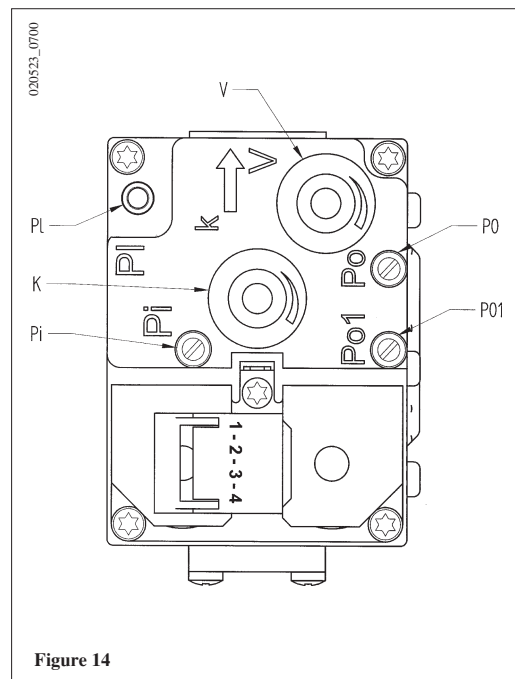

Figure 14
- a) soupape à gaz SIEMENS modèle VDU 11 (figure 14);
1) tarage de la capacité thermique maximum. Vérifier que la valeur de CO₂ mesurée sur le conduit d'évacuation, chaudière en marche à la capacité thermique maxi, correspond à la valeur indiquée dans le tableau 1. Dans le cas contraire, agir sur la vis de réglage (V) qui se trouve sur la soupape à gaz.
- a) *soupape à gaz SIEMENS modèle VDU 11 (figure 14) :* tourner la vis dans le sens des aiguilles d'une montre pour augmenter la teneur en CO₂ et dans le sens inverse pour la réduire;